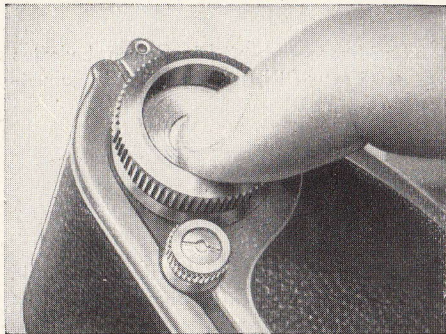

Abb. 37
Das Rückspulen geht wie folgt vor sich: Kamera mit der linken Hand fassen und mit dem Daumen den Druckstift (7) während der gesamten Rückspulung hineindrücken. Mit dem rechten Zeigefinger die Druckscheibe (38) des Rückspulknopfes (37) bis zum Anschlag nach innen drücken (s. Abb. 37). Jetzt greift der Mitnehmer (36) über den Steg des Kernes der Patrone, und durch gleichmäßiges Rechtsdrehen am Rückspulknopf (37) wird der Film in die Abwickelpatrone zurückgespult (Abb. 38). Das richtige Rücklaufen des Films erkennt man daran, daß sich sowohl die Kontrollscheibe in der Öffnung (19) als auch die Aufwickelachse (Abb. 39), um die der Filmtransporthebel (6) geschwenkt wird, bewegt. Die Aufwickelachse mit dem großen Schraubenschlitz dreht sich beim Rückspulen entgegen der Bewegung des Filmtransporthebels (6). Sobald das Rückspulen